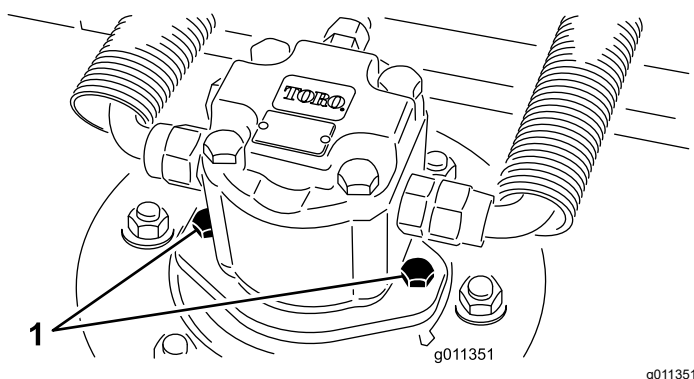

Figura 92
2. Desconecte y retire el motor hidráulico de la unidad de corte (Figura 92). Tape la parte superior del eje para evitar la contaminación.
3. Instale el motor hidráulico en la unidad de corte (Figura 92). Asegúrese de que la junta tórica está correctamente colocada y que no está dañada.